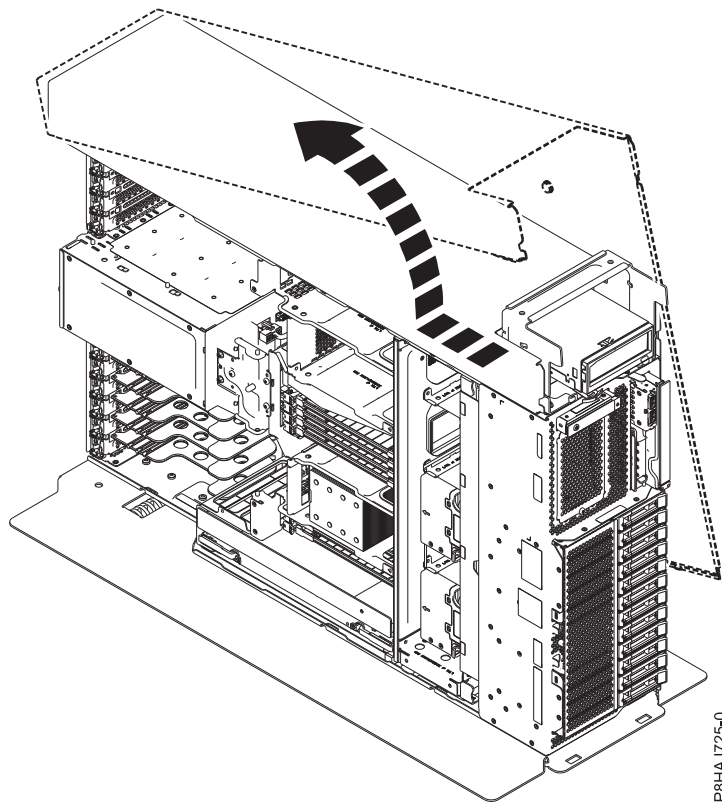

Abbildung 13. Seitenabdeckung bei einem eigenständigen System vom Typ 8286-41A ausbauen
5. Schieben Sie die Seitenabdeckung in der in Abb. 13 dargestellten Richtung vom System.